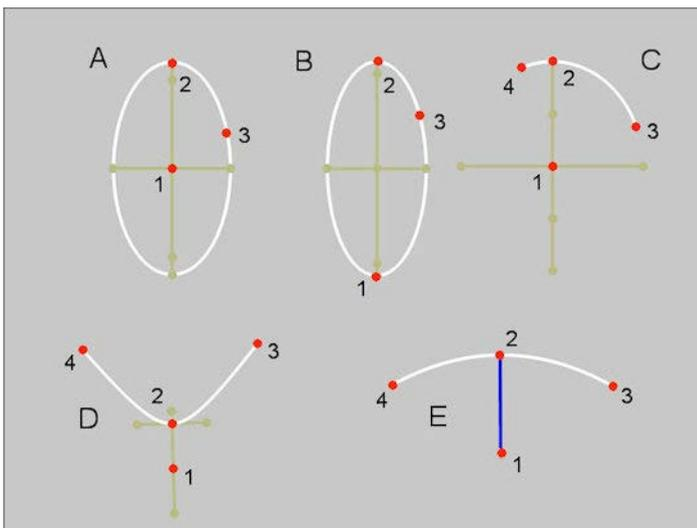

Abbildung 4.6: Zeichnen von Ellipsen, Ellipsenbögen und anderen Bögen
- Ellipsen und diverse Kurven erstellen:** In einer Drop-down-Liste lassen sich Ellipsen, Ellipsenbögen, Hyperbel- und Parabelbögen erstellen. Mit der ersten Methode wird eine Ellipse durch Angabe von Mittelpunkt, Achsenendpunkt und einem Punkt auf der Ellipsenlinie erstellt (siehe Abbildung 4.6, A). Die zweite Methode benötigt für die Ellipse die Endpunkte der Achse und einen Punkt auf der Ellipsenlinie (siehe Abbildung 4.6, B). Eine weitere Methode erstellt einen Ellipsenbogen durch Angabe von Mittelpunkt, Achsenendpunkt und einem Punkt auf der Ellipsenlinie. Danach werden Start- und Endpunkt des Bogens abgefragt (siehe Abbildung 4.6, C). Weitere Funktionen stehen für einen Hyperbel- und einen Parabelbogen zur Verfügung (siehe Abbildung 4.6, D und E).